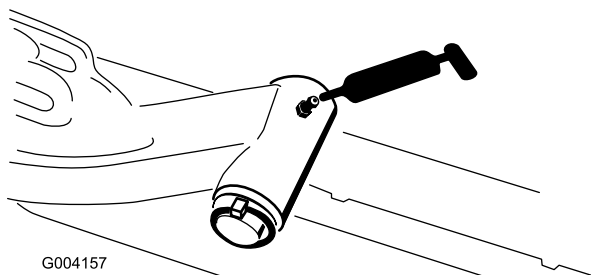

Bild 47
- Hubarmgelenkwelle (1 Stück) (Bild 47)